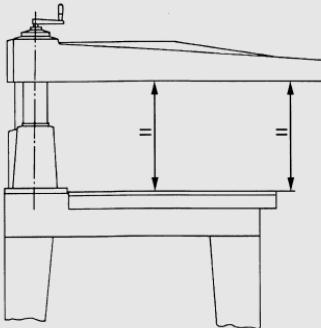

Fig.11
- 2) Las escuadras deben estar tanto en plano como a la misma distancia del brazo. Para esta operación aprovechar de la movilidad del brazo, según aparece en las figs. 11 y 12, de manera a cumplir la medida con el